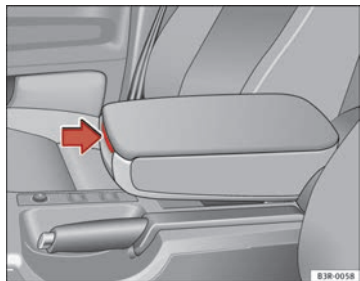

Abb. 113 Armlehne zwischen Fahrer- und Beifahrersitz
- Drücken Sie den Entriegelungshebel ⇒ Abb. 113.